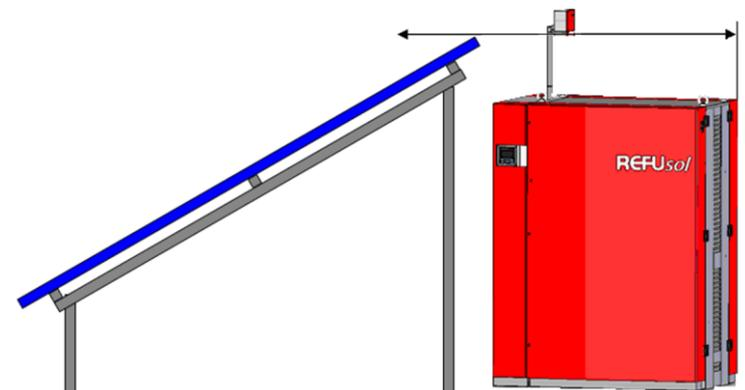

Abb. 3: Montagebeispiel Mindestaufbauhöhe des REFUconnect
- REFU*connect* möglichst hoch über dem Boden, über allen anderen Objekten montieren (Mindestaufbauhöhe Abb. 3)